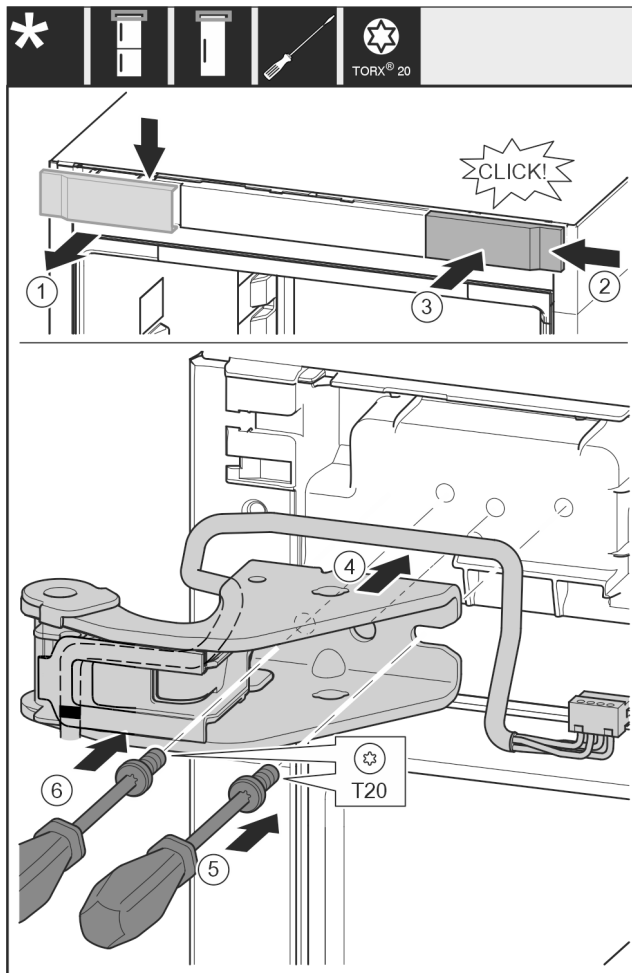

Fig. 32
- ▶ Зніміть кришку вгору вперед. Fig. 32 (1)
- ▶ Почепіть кришку, що повернута на 180°, з іншого боку праворуч. Fig. 32 (2)
- ▶ Зафіксуйте кришку. Fig. 32 (3)
- ▶ Встановіть верхній опорний кронштейн. Fig. 32 (4)
- ▶ Встановіть та закрутіть гвинт за допомогою викрутки T20. Fig. 32 (5)
- ▶ Встановіть та закрутіть гвинт за допомогою викрутки T20. Fig. 32 (6)